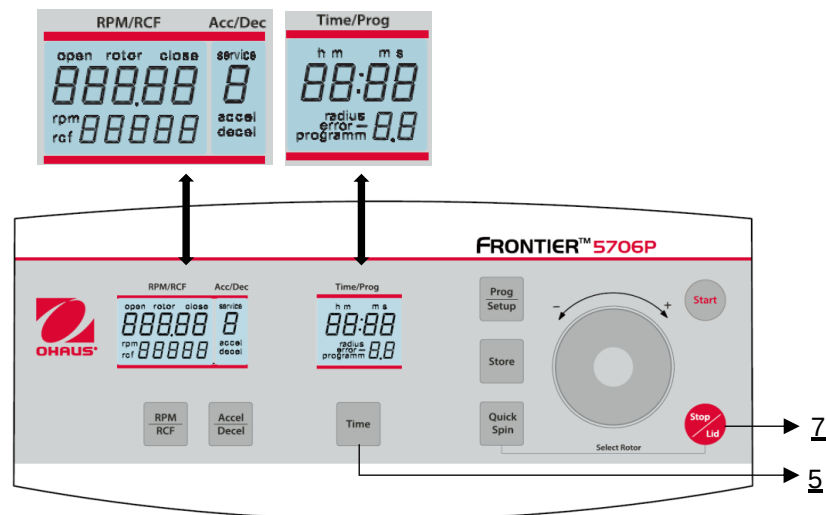

Figura 28
Aprire il coperchio della centrifuga e spegnere l'interruttore principale. Riaccendere l'interruttore principale. Per circa 3 secondi sul display apparirà la scritta "5706P" e la versione attuale del software. Durante questo tempo, premere contemporaneamente i tasti **"Tempo"** (5) e **"Stop/Coperchio"** (7). Di conseguenza, viene eseguito un test del display per circa 3 secondi. Tutti gli indicatori vengono visualizzati contemporaneamente (**vedere Figura 28**).